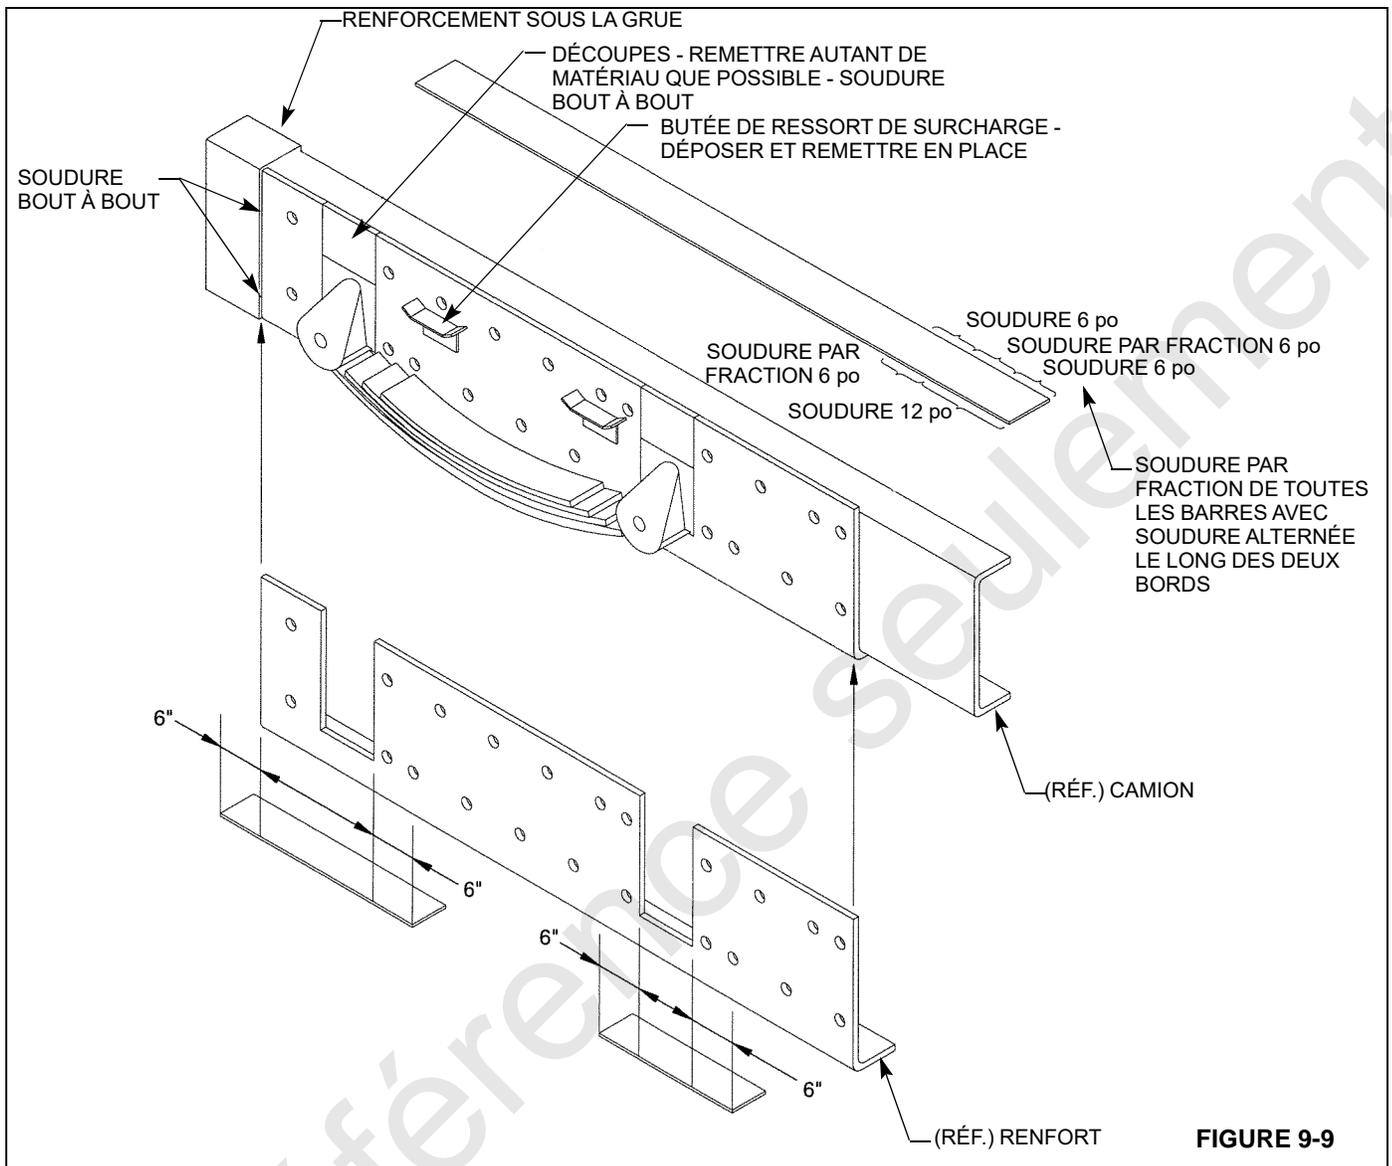

FIGURE 9-9
6. Si le châssis jusqu'à la suspension arrière ne satisfait pas les caractéristiques minimales de résistance au moment de flexion et de module de section, telles qu'elles apparaissent dans le *Résistance du châssis du camion*, page 9-9, il peut être renforcé en ajoutant un renfort de type cornière, comme dans la Figure 9-9.